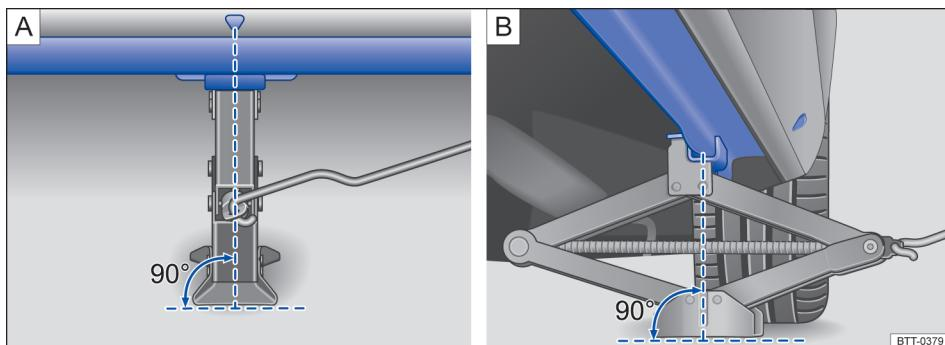

Fig. 192 Macaco colocado no lado esquerdo do veículo, na área traseira.
5. Busque sob o veículo o ponto de apoio para o macaco → Fig. 192 que se encontre mais próximo à roda a ser substituída.
8. Assegure-se de que toda a base do macaco descance firmemente sobre o solo e que se encontre exatamente sob o ponto de apoio vertical → Fig. 192  e .
9. Centralize o macaco e continue subindo com a manivela até que a garra sujeite o reforço abaixo do veículo → Fig. 192.
- Coloque o macaco apenas nos pontos descritos. A garra do macaco deverá sujeitar bem o reforço da longarina → Fig. 192.